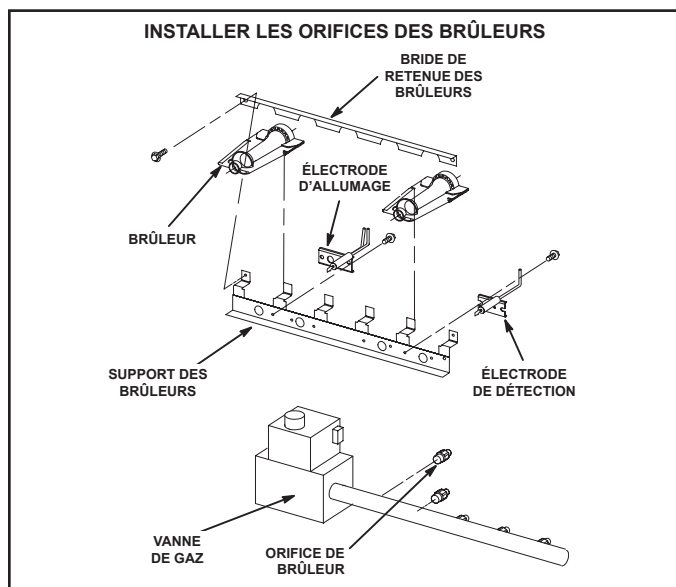

Figure 1
- 4 - Retirer les orifices des brûleurs existants. Appliquer un peu d'agent d'étanchéité fourni avec l'ensemble sur les filets des orifices. Installer les orifices dans le collecteur. Voir Figure 1.